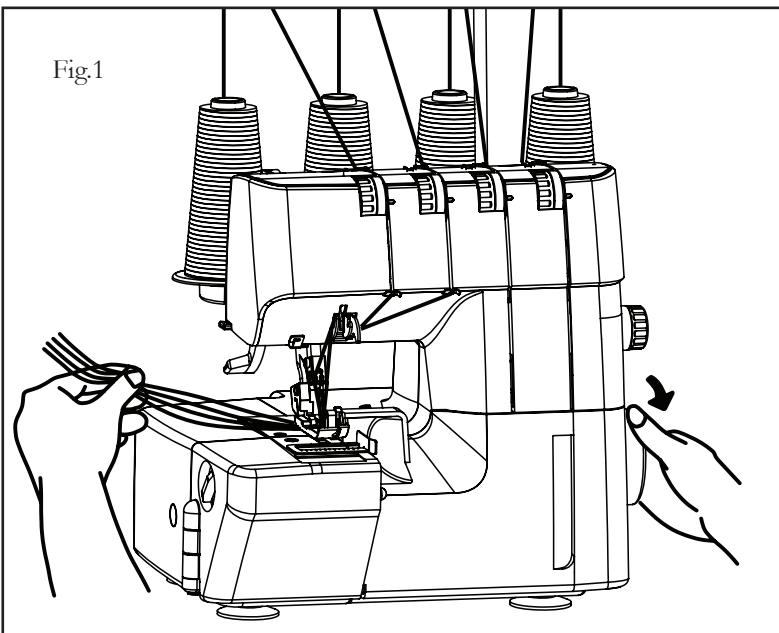
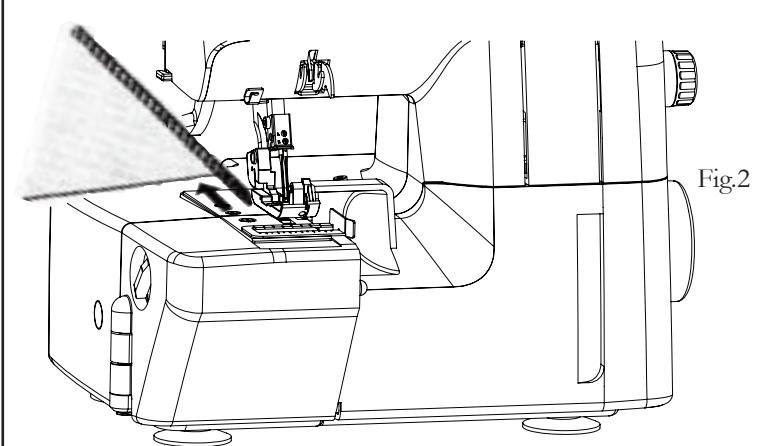

Fig.1
Fig.2
1. Retirez le convertisseur comme illustré à la figure 1.
2. Fixez le convertisseur à deux fils sur le boucleur supérieur comme indiqué dans les figures 2 et 3.
REMARQUE : *Lorsque vous avez fini, remettez la languette de point à sa place. S'il vous plaît, assurez-vous de l'insérer bien au fond comme illustré dans la figure 1. Après avoir déposé la languette de point de la machine, insérez-la fermement dans son support sur le couvercle intérieur de la machine, comme l'illustre la figure 1, ou placez-le dans le sac à accessoires.*
La coupe est réglée en usine à la largeur standard de 6 mm. Tournez le bouton à « 5 » si le tissu se pli sur les bords lorsque vous cousez. (Fig 1) Tournez le bouton à « 7 » si les boucles pendent sur le bord. (Fig.2)